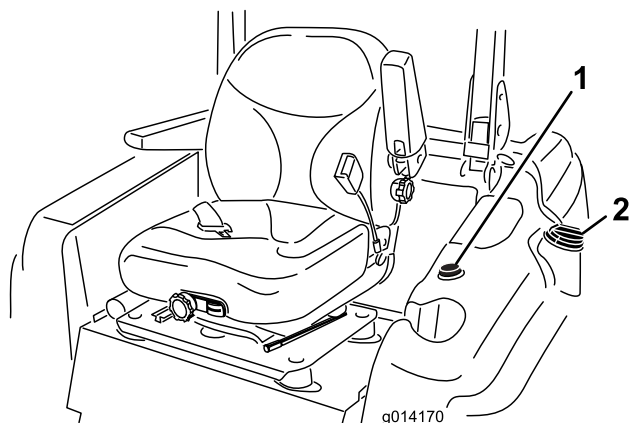

図 10
3. 燃料タンクのキャップの周囲をきれいに拭いてからキャップを取る 図 10。